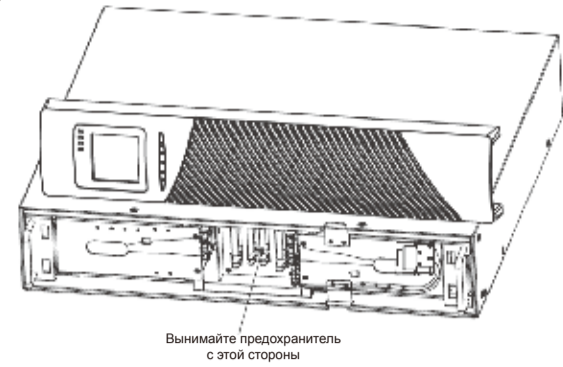

Рисунок 7 Замена предохранителей
5. При необходимости замените перегоревшие предохранители со стороны лицевой панели (см. рисунок 7).